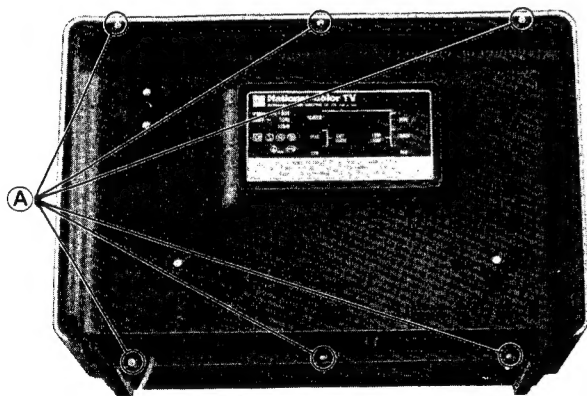

Figure 1 Abb. 1
1. Remove 6 rear cover screws (A) in figure 1.
1. Nach Abb. 1 sind 6 Schrauben (A) zu lösen.